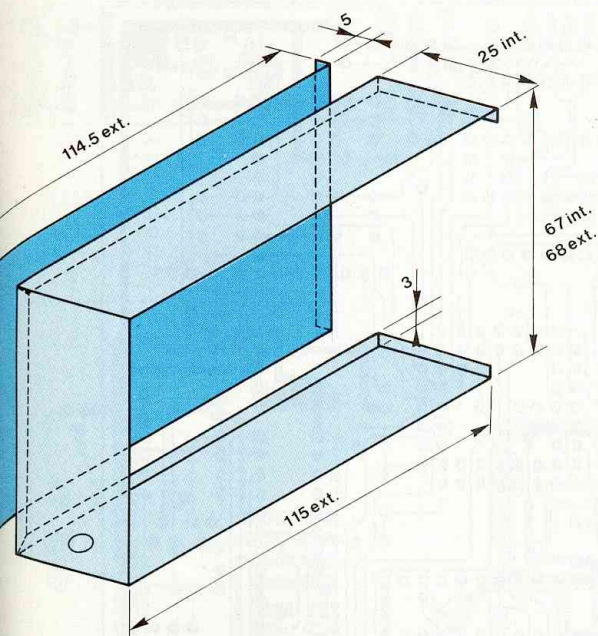

Fig. 12 : Boîtier HF.
• LE BOITIER HF – voir Fig. 12.